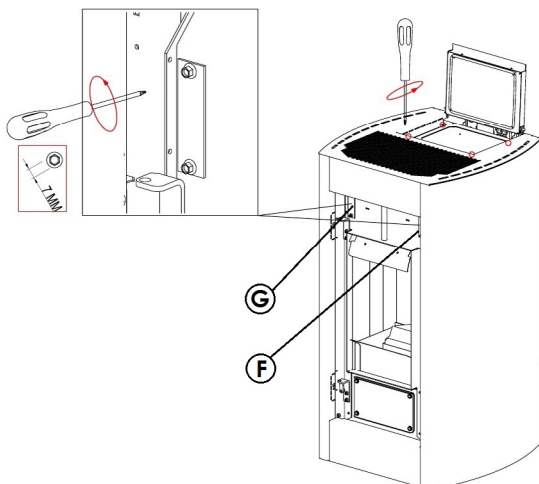

Fig. 98 - Entfernen der Platten
- Bei kaltem Ofen die Tür öffnen, Platte „F“ herausnehmen, indem die beiden Schrauben herauszuschrauben sind (siehe **Fig. 98 a pag. 45**).